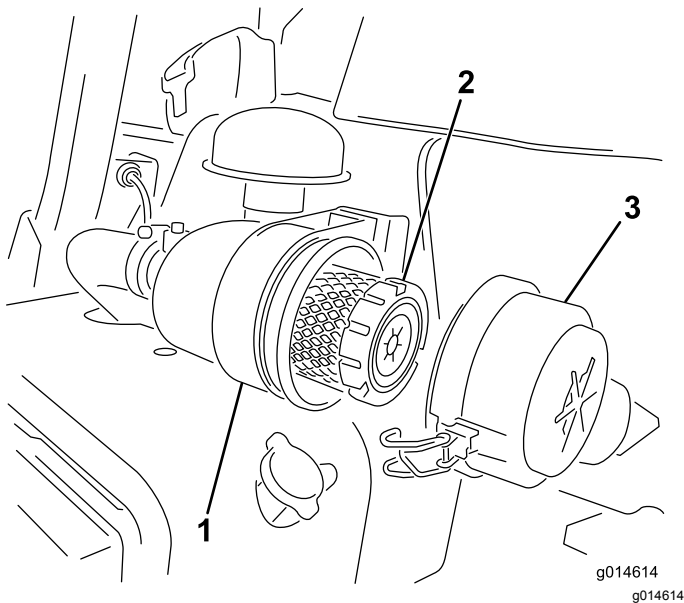

图26
1. 松开将空气滤清器盖固定到空气滤清器壳体上的搭扣图26。
7. 固定搭扣 (图26)。